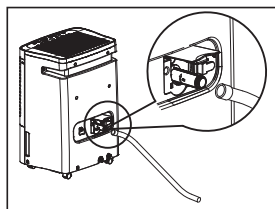

fig. 4
- Atornille la manguera de jardín en la parte roscada del conector de drenaje. (fig.4)